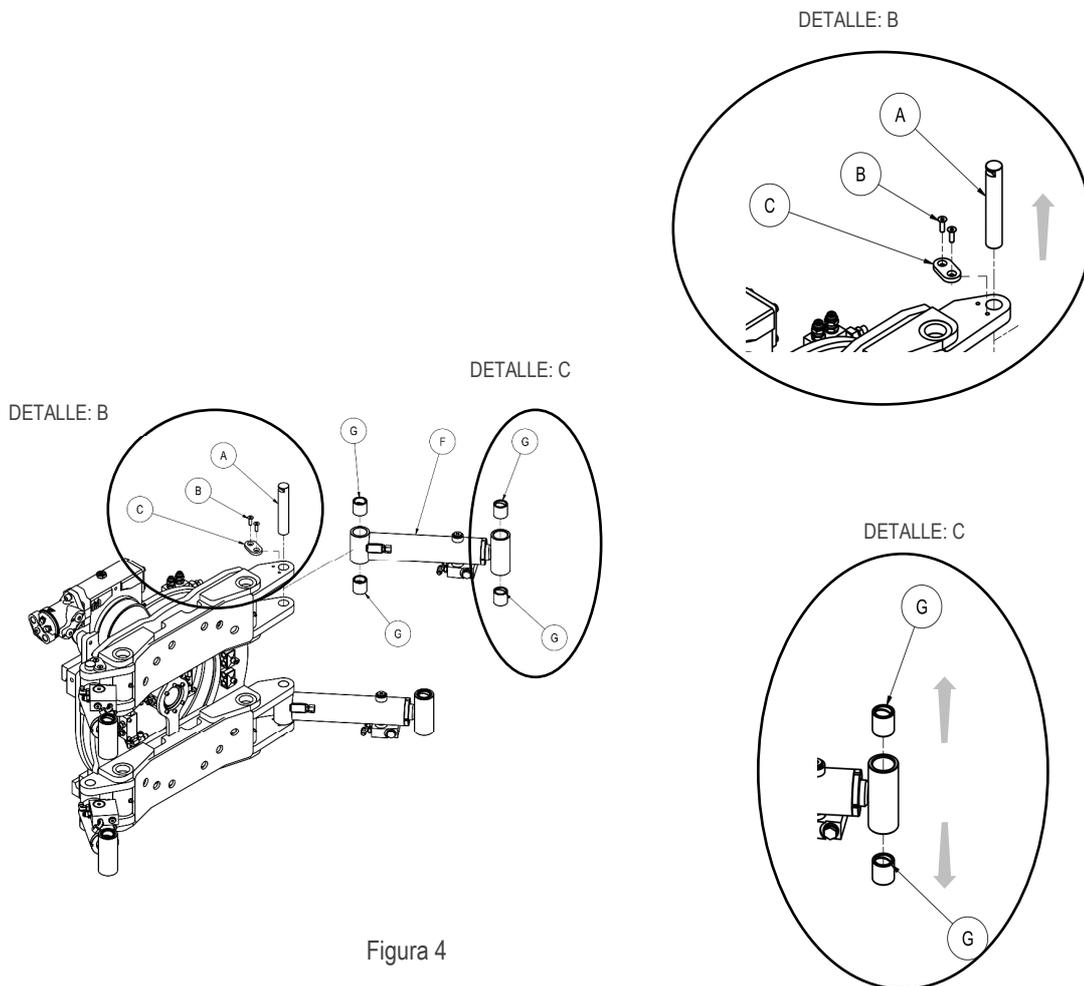

Figura 4
6. Después de extraer las mordazas, extraer todos los casquillos «E» presentes en la Figura 4.